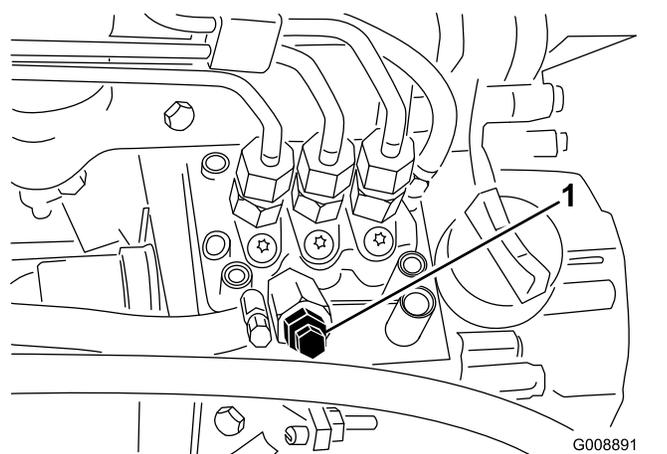

Figura 85
4. Desaperte o parafuso de purga que se encontra na bomba de injeção de combustível (Figura 85).